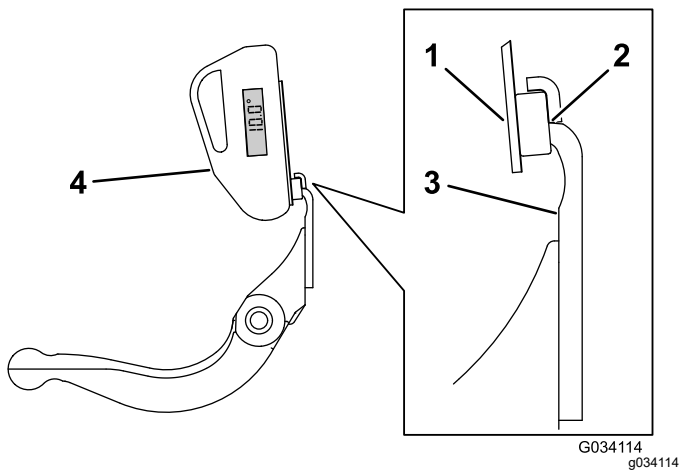

图 31
3. 将角度指示器底座放在底刀边缘上以使磁体边缘与底刀边缘紧密配合图 31。
4. 如 图 31 所示将角度指示器放置到底座上。